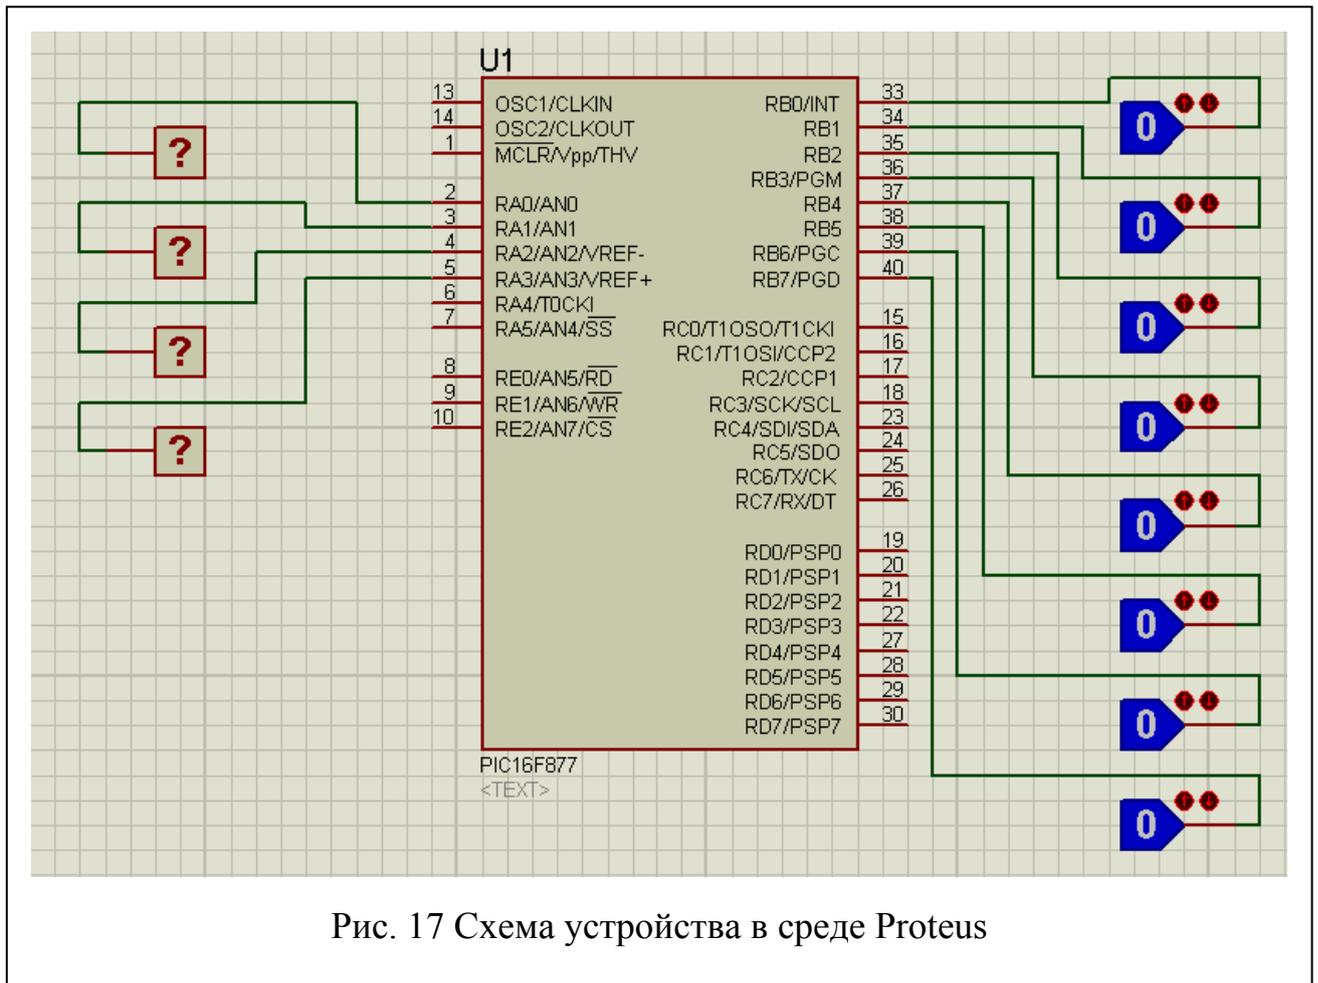

Рис. 17 Схема устройства в среде Proteus
- на **входные** контакты портов контроллера (в нашем примере это все 8 контактов порта В, RB7 – RB0, RB7 – старший разряд) подайте входные сигналы. Для этого используйте либо фиксируемую в нажатом положении кнопку **LOGICSTATE**, либо аналогичную кнопку, но без фиксации - **LOGICTOGGLE**. В результате у Вас должна получиться схема (рис. 17).
- **ИК-приемник СДУ**. В качестве модели фотоприемника использована группа генераторов прямоугольных импульсов, с регулируемой скважностью (расстановкой) импульсов. Включение генератора производится нажатием соответствующей кнопки, эмулирующей кнопку пульта СДУ. При однократном нажатии кнопки происходит генерация пачек импульсов, форма которых соответствует рис. 17 п. 4.4 МУЛР. В режиме «Play» кнопку надо держать нажатой не менее 2-х секунд, в режиме «F11» - ее надо зафиксировать в нажатом положении. Одновременное нажатие 2-х и более кнопок одновременно – ЗАПРЕЩЕНО, т.к. приводит к непредсказуемому поведению модели. Об этом событии Вам дополнительно скажет уровни напряжения в виде желтых квадратики рядом с кнопками во время моделирования. При использовании модели необходимо учитывать, что формирование пачки занимает время около 25 000 мкс, что делает невозможным использование отладки по F11 для отладки приема. В этих случаях рекомендуется использовать готовую процедуру приема пакетов СДУ, описанную в Гл. 16 учебного пособия по курсу «Программируемые цифровые устройства».